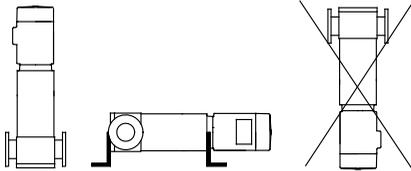

Fig. 2 Positionnement de la pompe
- Toujours installer la pompe avec le moteur au-dessus pour éviter une surchauffe des paliers du moteur. Voir fig. 2.